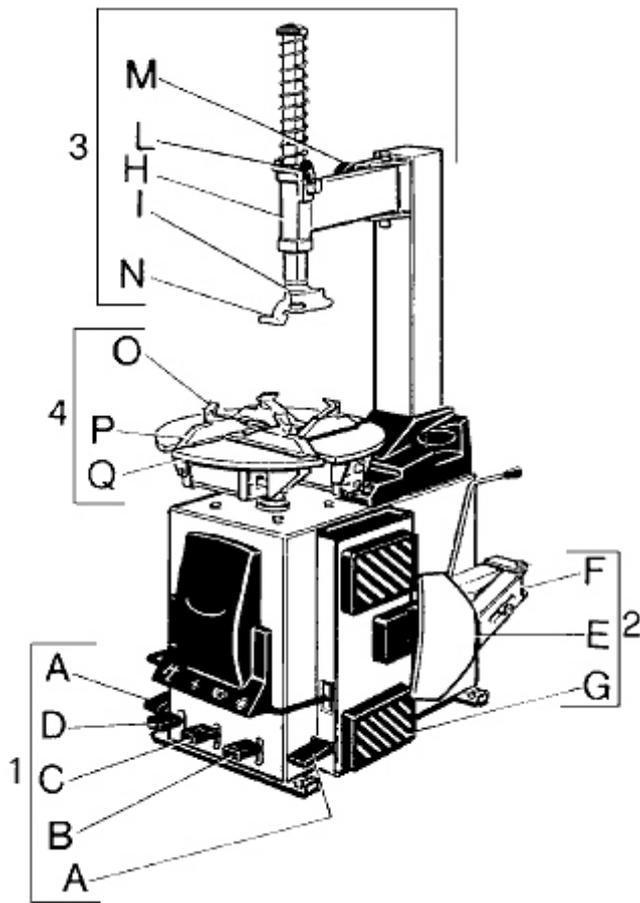

рис.1
ПЕДАЛИ (рис.1) (1)
(рис.1) (2)
БЛОК СТОЙКИ (рис.1) (3)
(рис.1) (4)